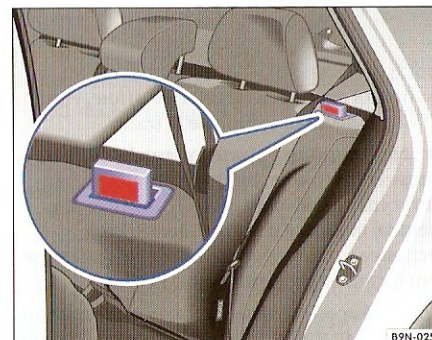

Fig. 50 Spătarul nu este blocat corespunzător cu marcajul roșu.
- Pliati spătarul în spate și apăsați-l ferm în elementul de blocare. Marcajul de culoare roșie ⇒ fig. 50 nu trebuie să se vadă.
- Spătarele trebuie să fie bine fixate pentru ca la frânări bruște, obiectele să nu ajungă din spațiul de bagaje în față. Un marcaj de culoare roșie în dispozitivul de deblocare ⇒ fig. 50 semnalizează faptul că spătarul nu este bine fixat; când spătarul scaunului este bine fixat, marcajul nu se observă.